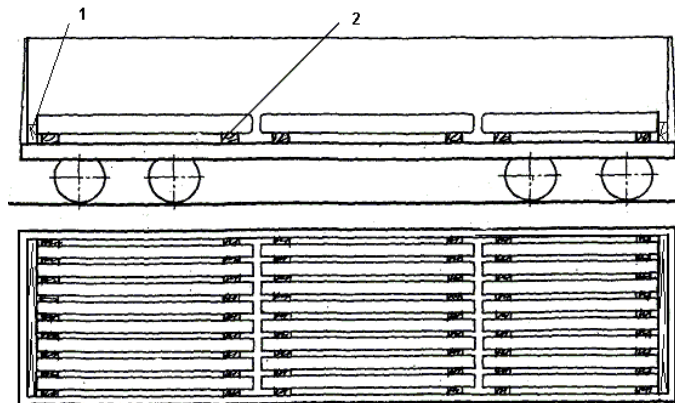

Рисунок 194
8.2.4. Блюмсы длиной свыше 3000 мм до 4000 мм включительно размещают в полувагоне в один ярус на подкладках сечением не менее 25х100 мм и длиной, равной ширине полувагона, тремя штабелями вдоль полувагона (рисунок 194). Две крайние подкладки укладывают между гофрами крышек люков в торцевой части полувагона, при